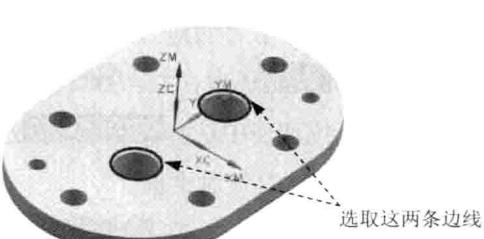

图 1.17 选择孔边线
Step1. 指定钻孔点。单击“钻孔”对话框**指定孔**右侧的 $\textcircled{10}$ 按钮，系统弹出“点到点几何体”对话框，单击**选择**按钮，系统弹出“点位选择”对话框；在图形区选取图 1.17 所示的孔边线，分别单击“点位选择”对话框和“点到点几何体”对话框中的**确定**按钮，返回“钻孔”对话框。